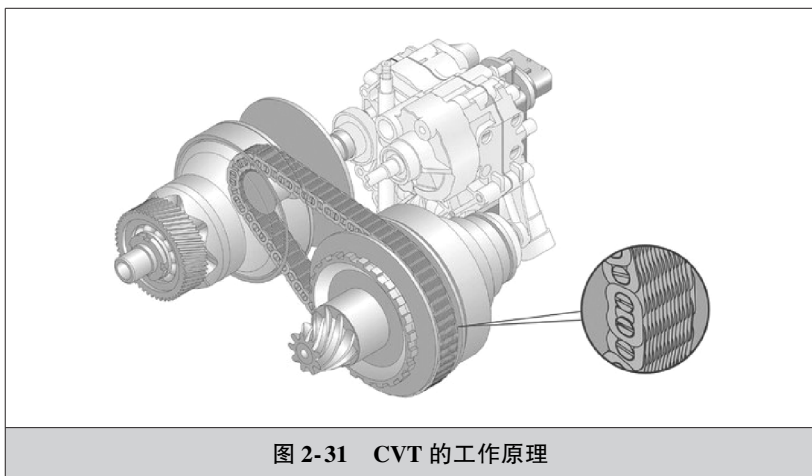

图 2-31 CVT 的工作原理
(1) 定义 CVT 技术即无级变速技术(英文为 Continuously Variable Transmission),它采用传动带和工作直径可变的主、从动轮相配合来传递动力,可以实现传动比的连续改变,从而使传动系与发动机工况实现最佳匹配。
(2) CVT 的工作原理 金属带式 CVT 主要是通过改变主、从动轮和金属带的接触半径(即工作半径)来实现传动比的连续变化,如图 2-31 所示。